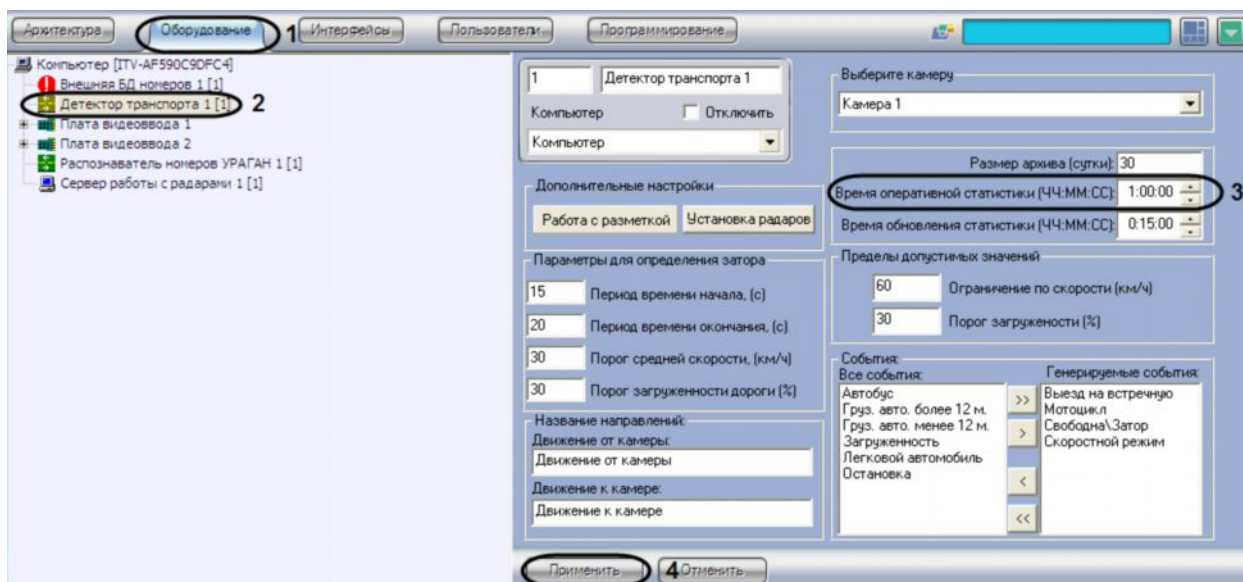

Рис. 7.5.4-1 Задание временного диапазона ведения оперативной статистики
1. В диалоговом окне «Настройка системы» перейти на вкладку «Оборудование» (см. Рис. 7.5.4-1, 1).
2. В дереве объектов на вкладке «Оборудование» выбрать объект «Детектор транспорта», соответствующий настраиваемому программному модулю «Детектор транспорта» (см. Рис. 7.5.4-1, 2). В правой части вкладки «Оборудование» отобразится панель настройки выбранного объекта.
3. В поле «Время оперативной статистики (ЧЧ:ММ:СС)» указать период времени, за которое требуется вести оперативную статистику по характеристикам движения транспортного потока, в формате «ЧЧ:ММ:СС» (см. Рис. 7.5.4-1, 3).
4. Нажать кнопку «Применить» (см. Рис. 7.5.4-1, 4).